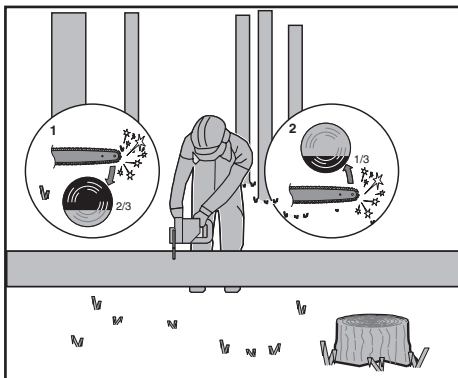

Figure 5
Quand le billot est soutenu aux deux bouts (Fig. 5), tel qu'illustré, coupez 1/3 le diamètre à partir du tronçonnage au sommet (1). Par la suite, terminez la coupe en tronçonnant (2) le 2/3 plus pas pour rencontrer la première coupe.